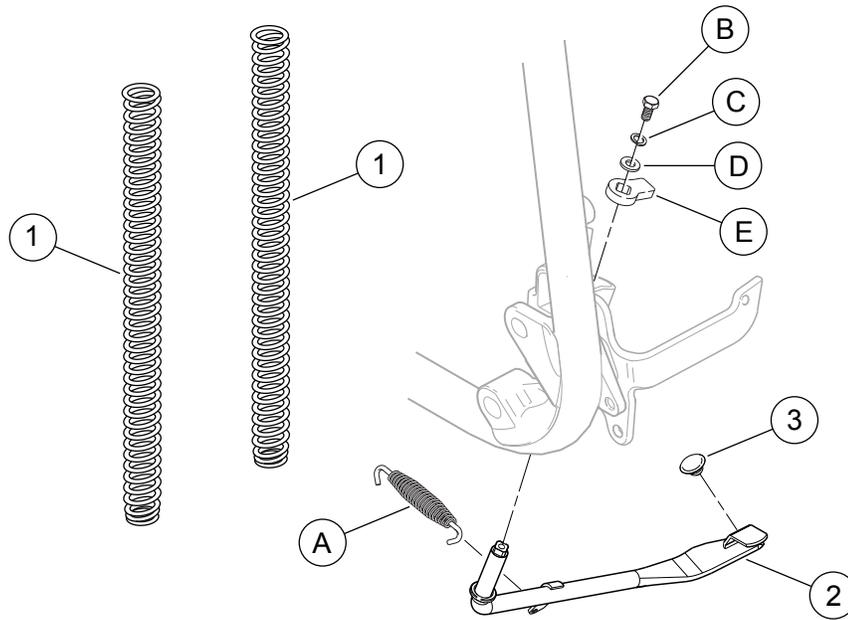

Abbildung 3. Ersatzteile: FL Softtail Profile Vorderradfederung-Tieferlegung
Siehe Abbildung 3 und Tabelle 1.
2. Siehe Abbildung 3. Die Ständerbeinfeder (A) vom Fahrzeug lösen. Sechskantschraube (B), Sicherungsscheibe (C), flache Unterlegscheibe (D) und Beinanschlag (E) vom Gewindeende des Ständerbeins entfernen. Das Ständerbein entsorgen, jedoch alle anderen Komponenten aufheben.